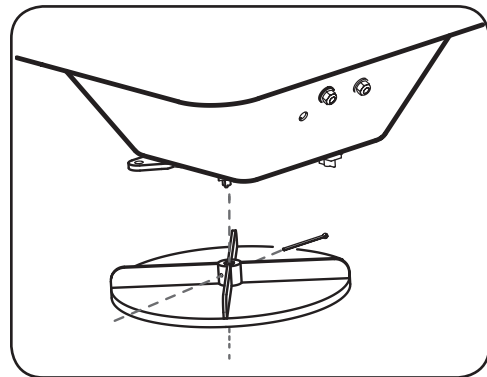

Figure 2-7
4. Fixez le disque rotatif à l'arbre du moteur avec une goupille. Consultez la Figure 2-7.